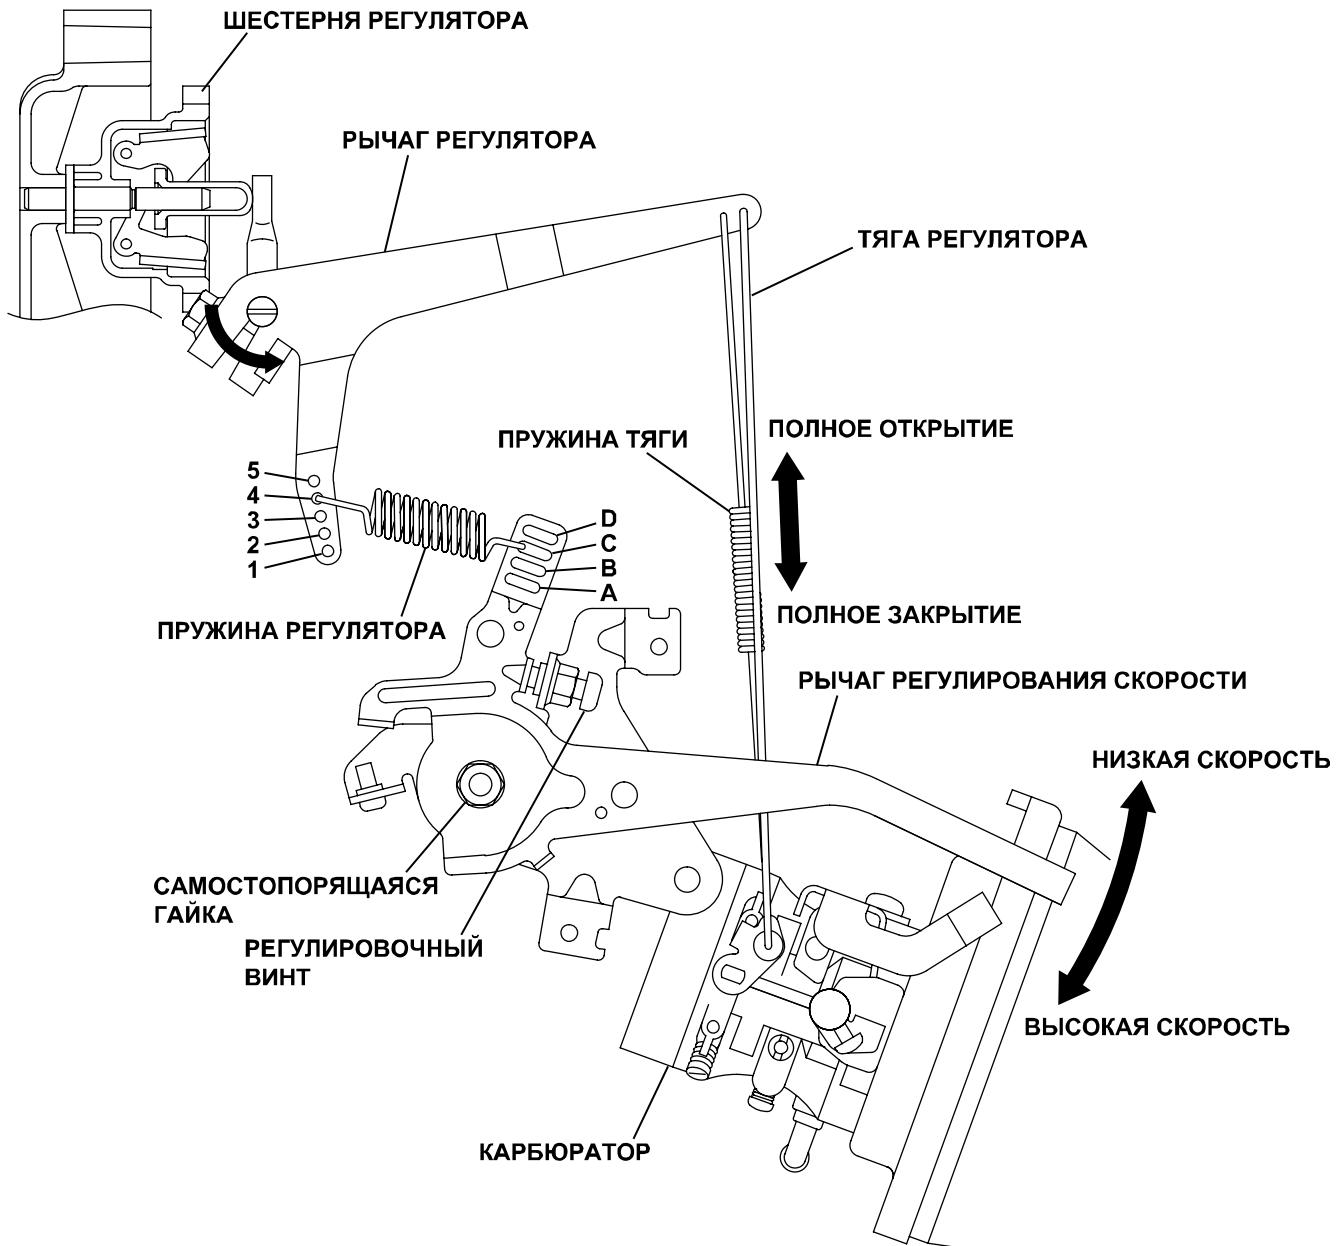

Рис. 5-42
- (1) Установить рычаг регулятора на валик регулятора. Временно затянуть стопорный болт.
- (2) Установить рычаг регулирования скорости с фрикционной шайбой, самостопорящейся гайкой и т.п. на дефлекторе цилиндра, как показано на иллюстрации.
- (3) Зацепить пружину регулятора за соответствующие отверстия рычага регулятора и рычага регулирования скорости (см. рис. 5-42 и далее).